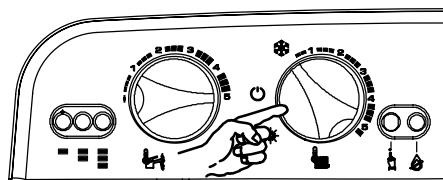

Fig. 7.10 Tablero de mandos
- 7 Colocar el conmutador de función **b** igual que en la **Fig. 7.10**; los indicadores luminosos de señalación **d** parpadearán con una intermitencia de dos segundos aproximadamente.
- 1 Colocar el conmutador de función **b** igual que en la **Fig. 7.10**; los indicadores luminosos de señalación **d** parpadearán con una intermitencia de uno segundo aproximadamente.